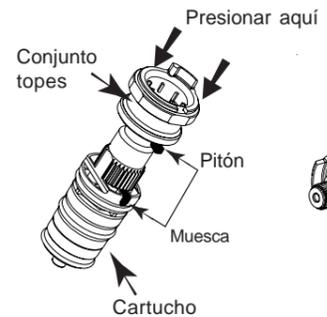

Fig. 5
- Presionar **a fondo** el conjunto de topes sobre el cartucho, ajustando el pitón en la muesca (fig. 5).